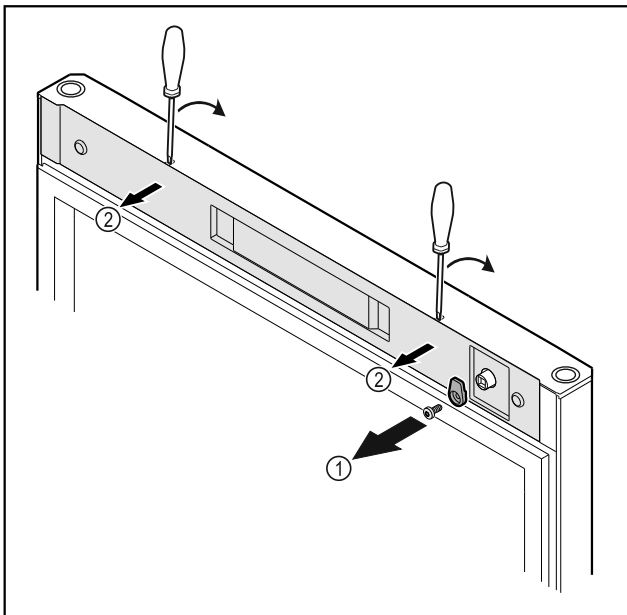

Fig. 19
- ▶ Открутите запорный крючок Fig. 19 (1).
- ▶ С помощью небольшой отвертки освободите крышку Fig. 19 (2) от фиксации и снимите ее.